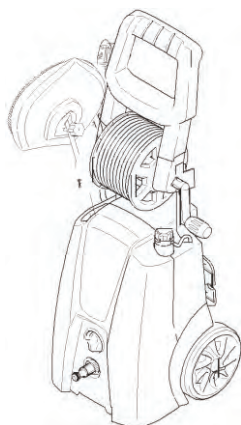

Fig. 36
- > Rangez les accessoires dans le compartiment de rangement (8) et à l'arrière l'appareil (Fig. 36, 37).